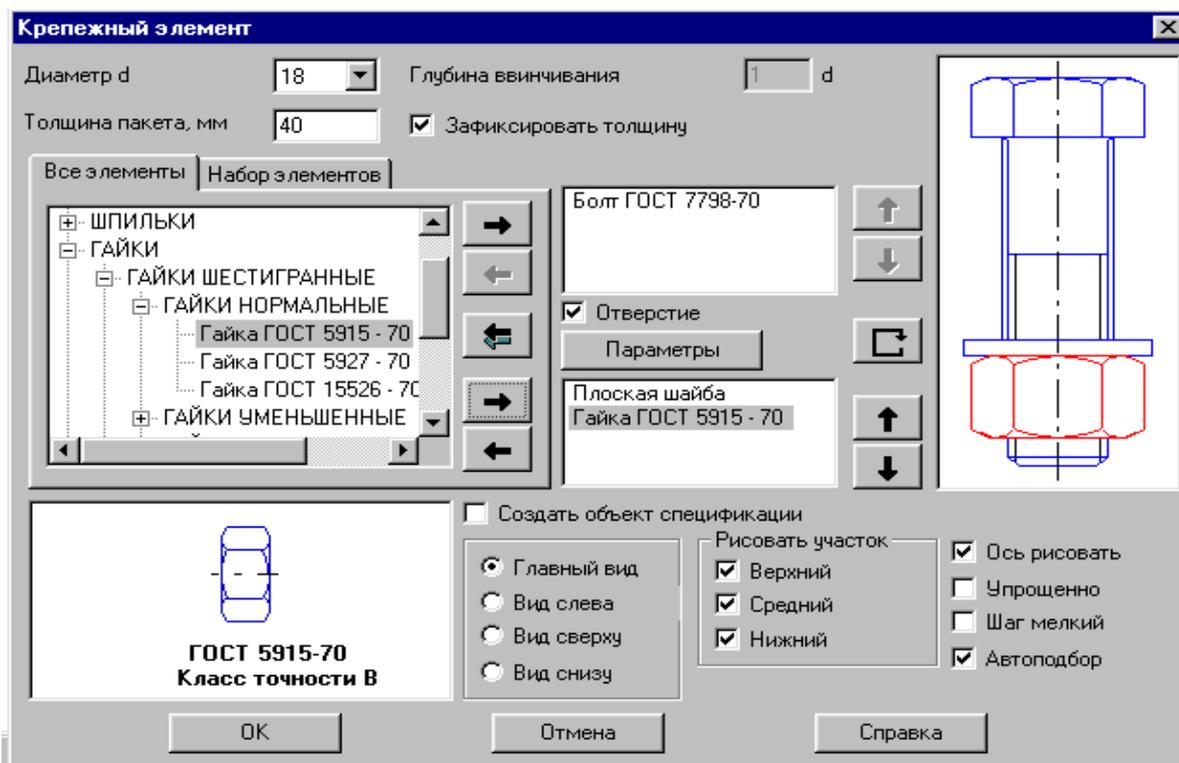

Рис.123 Выбор гайки
**В лабораторной работе необходимо выбирать гайки шестигранные, нормальные по ГОСТу 5915-78.** Все размеры гайки система подберет сама в автоматическом режиме в зависимости от размера болта. Нажав на черную нижнюю стрелку, мы тем самым добавим ее в создаваемый набор элементов (рис.123). Созданный набор элементов в случае необходимости можно сохранить в памяти для дальнейшего использования, для этого нужно перейти на вкладку Элементы набора и нажать кнопку **Сохранить набор**.